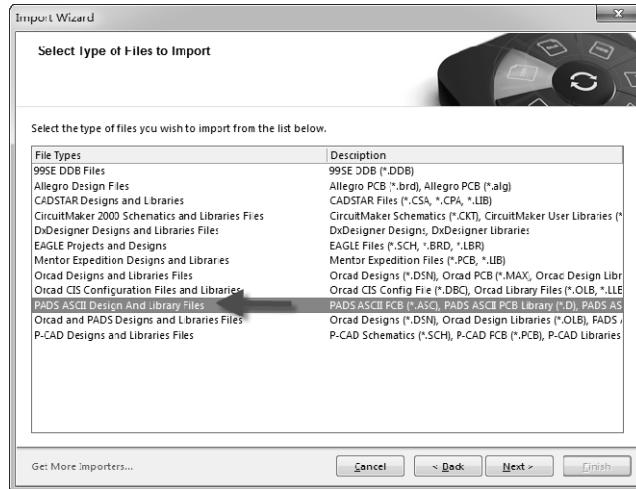

图 12-85 PADS PCB 文件转换的添加
(3) 把保存好的 ASC 文件直接拖到 Altium Designer 中，或者打开 Altium Designer，执行菜单命令“文件-导入向导”，根据向导，选择“PADS ASCII Design And Library Files”导入选项，如图 12-85 所示，然后单击“Next”按钮，把需要转换的 ASC 文件加载进来，单击“Next”按钮，进行转换。